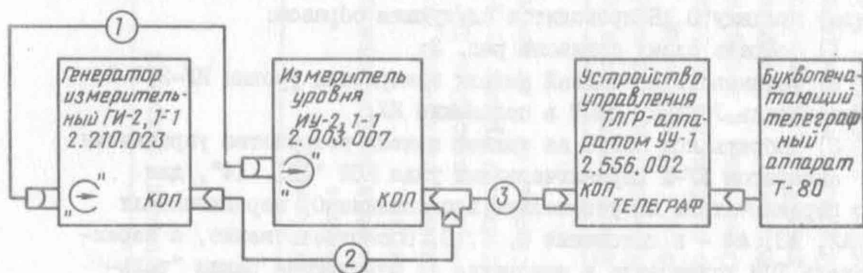

Рис. 3. Схема подключения для проверки синхронной работы установки:
- 1) собрать схему согласно рис. 3;